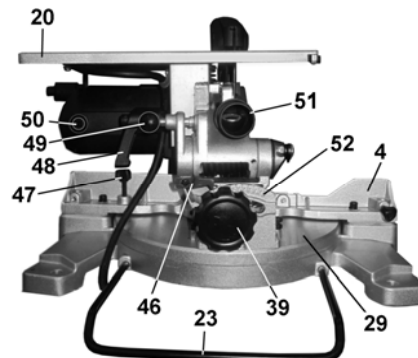

Рис. 7
- переведите пыльный рабочий стол (20) в верхнее положение, положение рабочего стола (20) надежно зафиксируйте ручками (36 и 48);
- придерживая и слегка надавливая на ручку пилы (21), выдвиньте фиксатор (49), Рис.7;
- удерживая пилу за ручку (21), плавно, без рывков и ударов, переведите пилу в верхнее положение в режим торцово-усовочной пилы;
- снимите вставку пилы (13).